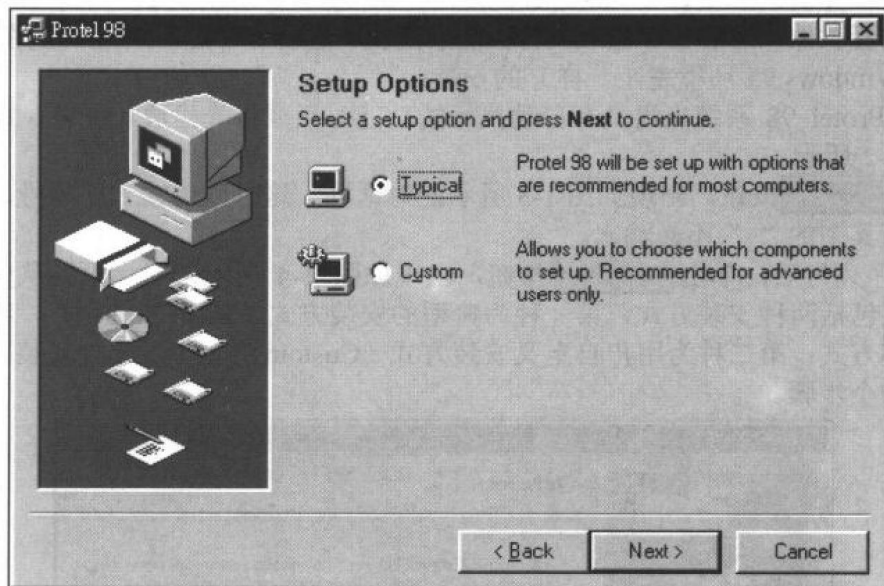

图 1-4 选择安装方式
③ 输入序列号后, 单击  按钮, 出现如图 1-4 所示的对话框。从中可以选择安装方式, 其中包括两种安装方式, 第一种为典型的安装方式 (Typical 选项), 我们强烈建议采用此种安装方式; 第二种为用户自定义安装方式 (Custom 选项), 此种安装方式比典型的安装方式多一个步骤。